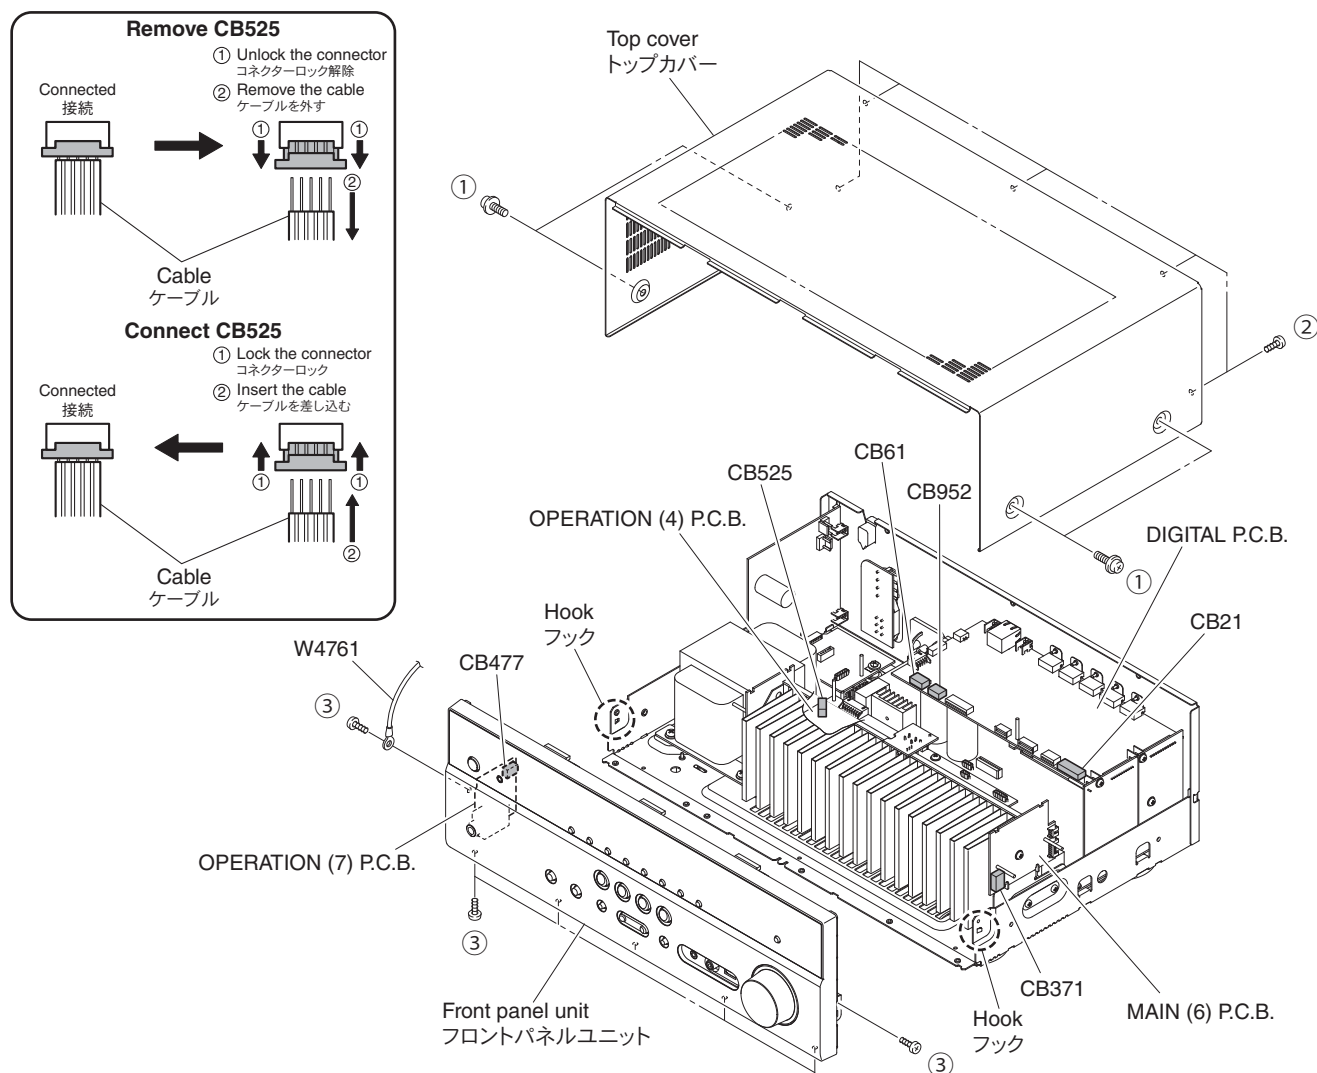

Fig. 1
- Remove 4 screws (①) and 5 screws (②). (Fig. 1)
- Lift the rear of the top cover to remove it. (Fig. 1)
- ① のネジ 4 本、② のネジ 5 本を外します。(Fig. 1)
- トップカバーの後部を持ち上げ、外します。(Fig. 1)
- Remove 7 screws (③), and remove W4761. (Fig. 1)
- Remove CB21, CB61, CB371, CB477 and CB952. (Fig. 1)
- Unlock and remove CB525. (Fig. 1)
- Release 2 hooks on both ends and remove the front panel unit. (Fig. 1)
- ③ のネジ 7 本を外し、W4761 を外します。(Fig. 1)
- CB21、CB61、CB371、CB477、CB952 を外します。(Fig. 1)
- ロックを外し、CB525 を外します。(Fig. 1)
- フック 2 箇所を外し、フロントパネルユニットを外します。(Fig. 1)